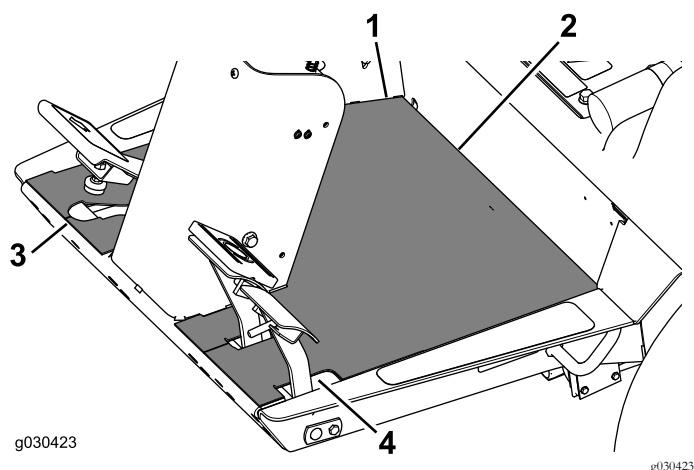

Figure 22
- Alignez le bord arrière du panneau de plancher sur le bord où le plancher de l'opérateur rejoint le garde-pied (Figure 22).